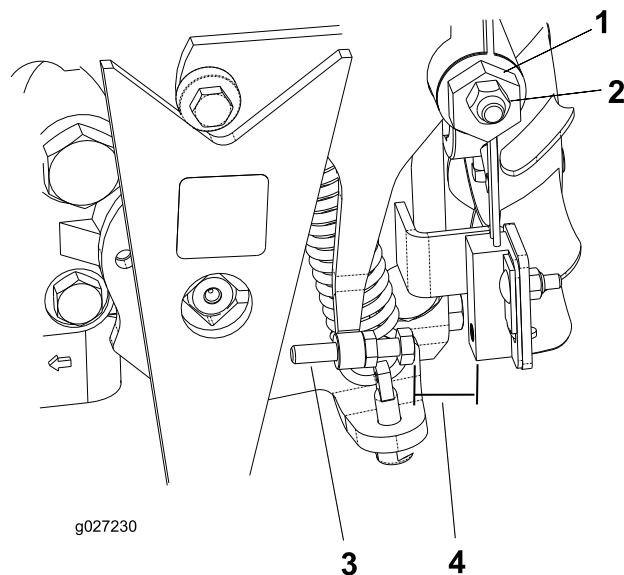

図 35
4. トラクション調整カムのロックナットをゆるめる (図 35)。
5. エンジンを始動し、カム 図 35 を左右に回してニュートラル位置の中心に合わせる。
3. ねじを回して、すき間を 0.8-2.3 mm に調整する 図 35。